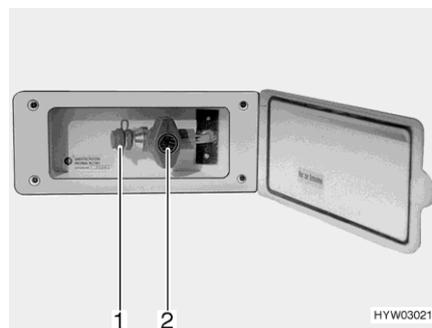

Fig. 101 Raccordement externe de gaz (robinet d'arrêt de gaz fermé)
- Raccorder l'appareil à gaz externe sur le raccord (Fig. 101,1).
- Ouvrir le robinet d'arrêt de gaz (Fig. 101,2).